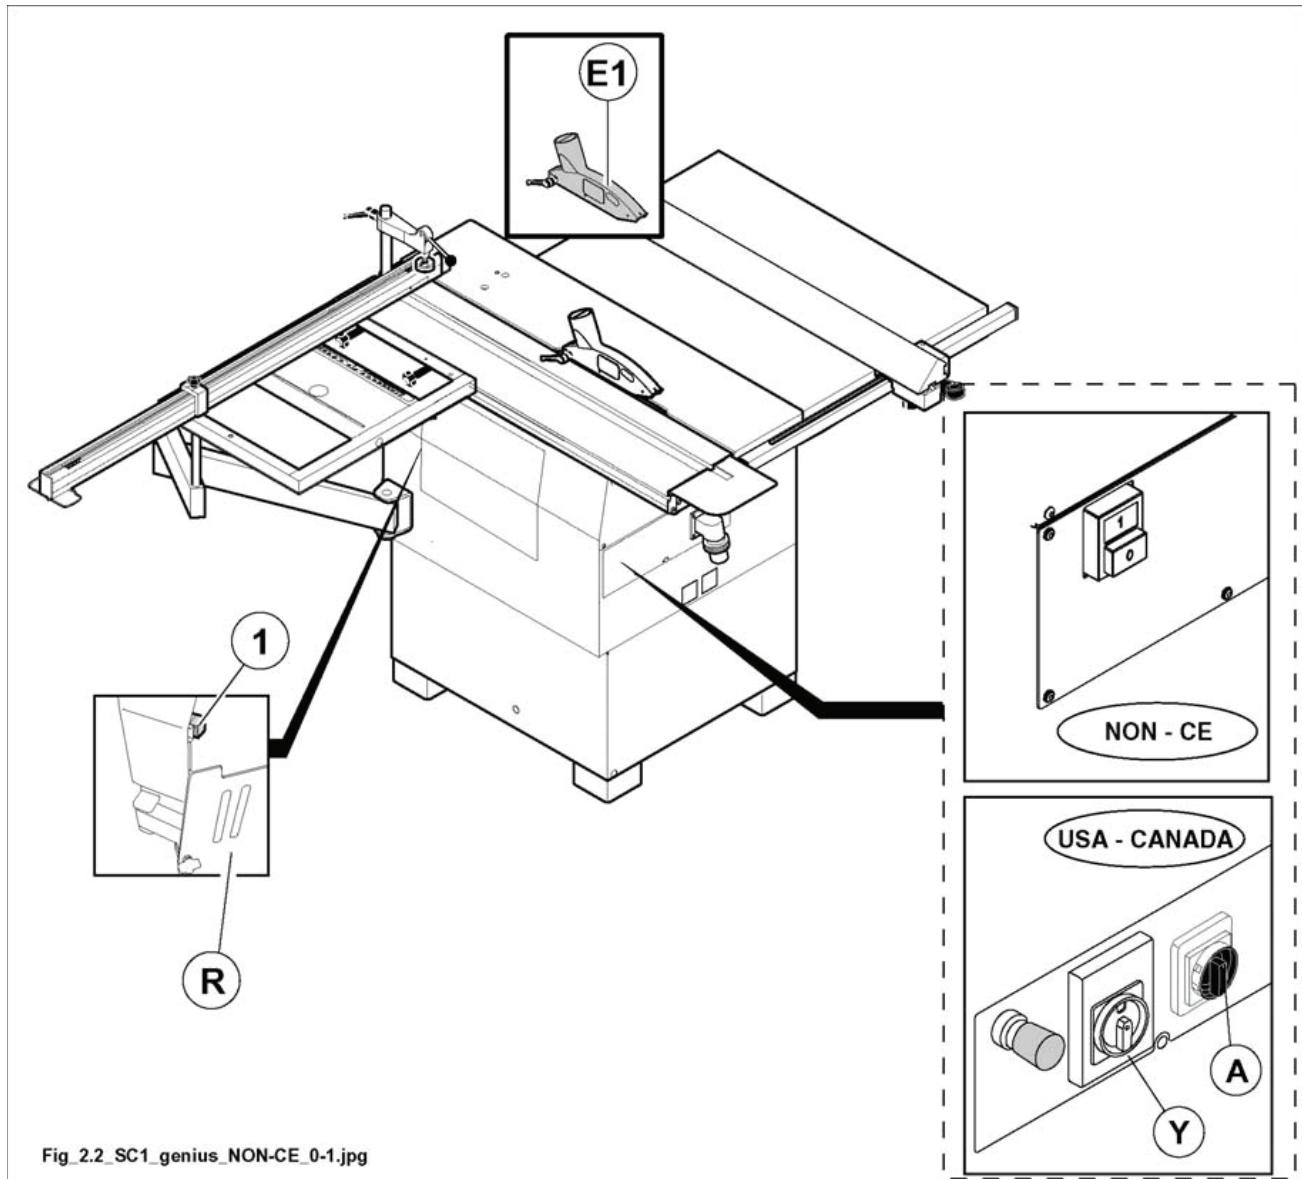

Рис. 2.2
| 2.2 | Размещение и описание механизмов безопасности (Рис. 2.2) | 4 |
2.2 РАЗМЕЩЕНИЕ И ОПИСАНИЕ МЕХАНИЗМОВ БЕЗОПАСНОСТИ (РИС. 2.2)